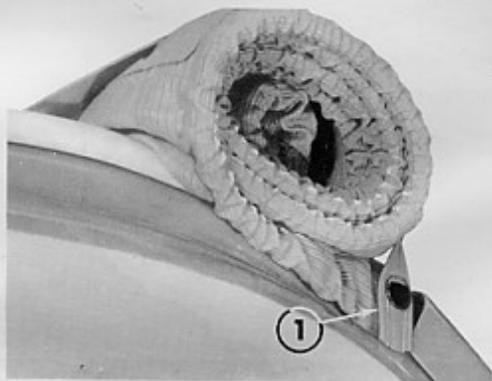
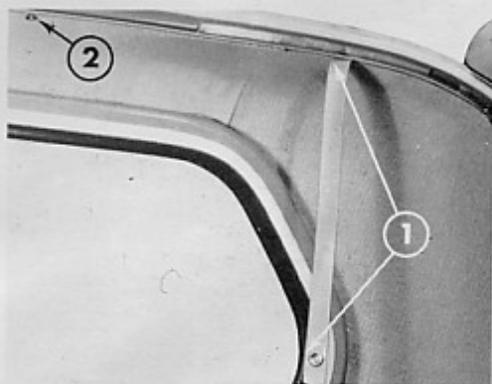

Fig. 29-Apertura totale della cappotta
Fig. 28-Apertura totale della cappotta
- Liberare le staffe (**fig. 28 - rif. 1**) dai rispettivi attacchi (**rif. 2**) e fissare la cappotta avvolta, tramite le staffe e i bottoni a pressione (**fig. 29 - rif. 1**).